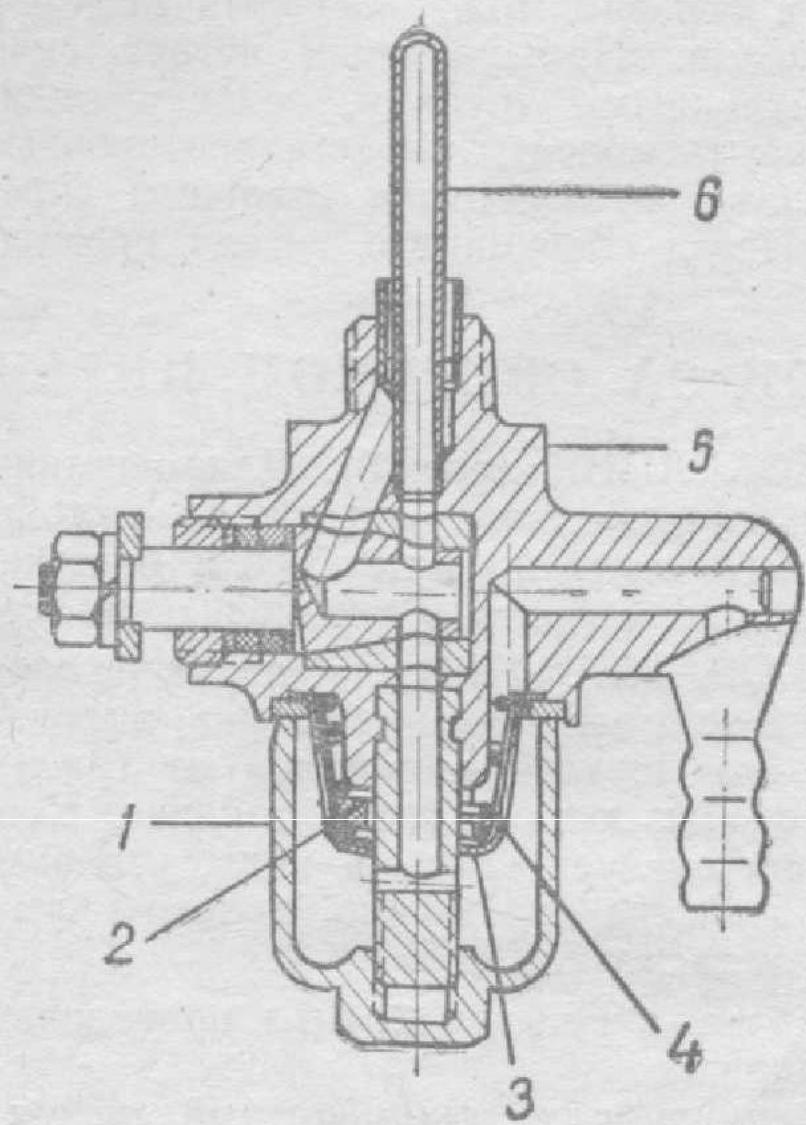

Рис. 8. БЕНЗОКРАНИК:
1. БЕНЗОКРАНИК (рис. 8). Для очистки отстойника закрыть бензокранник, отвернуть отстойник 1, извлечь из него сетку 2, решётку 3 и пружину 4. Промыть в бензине, собрать и установить на место.